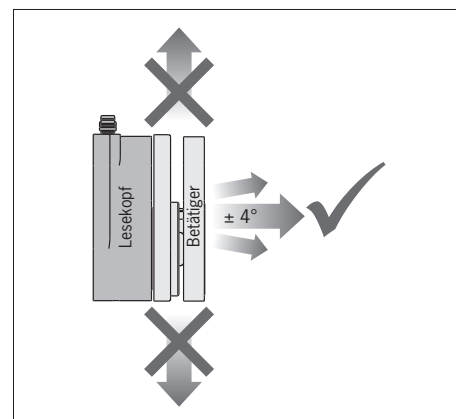

Bild 1: Anfahrriechung
- ▶ Beim Öffnen der Schutztür muss der Betätiger frontal vom Lesekopf weggeführt werden (siehe Bild 1).